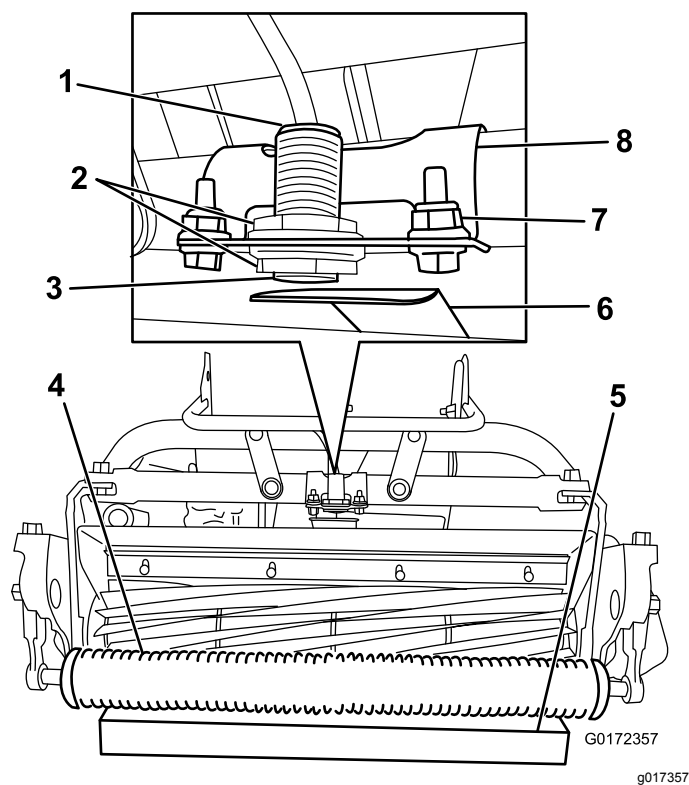

Figura 17
2. Desaperte as porcas de bloqueio no sensor e ajuste o sensor de forma a que seja visível uma rosca após a porca de bloqueio inferior (Figura 17).
4. Coloque um calço de 3,8 cm por debaixo do rolo da unidade de corte frontal (Figura 17).
5. Desaperte as fixações que fixam o suporte do sensor à estrutura (Figura 17).
8. Rode o suporte do sensor na direção da placa alvo até que a luz na parte superior do sensor acenda (Figura 17). Se a luz já estiver acesa, rode-o e afaste-o da placa alvo até apagar e, em seguida, na direção oposta até acender novamente.